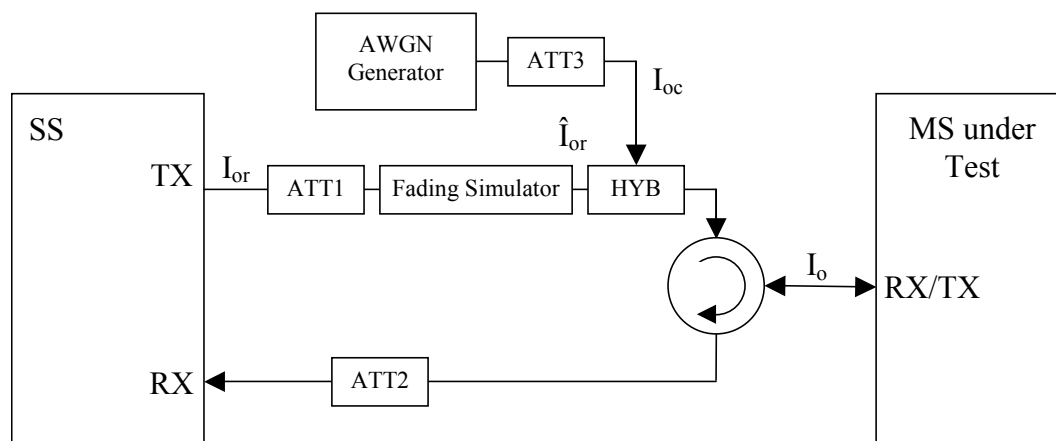

Figure 5-1 Connection for Multiple Fading Channel Test
1. SP6010 和 UE 的具体连接方式参照图 5.1。